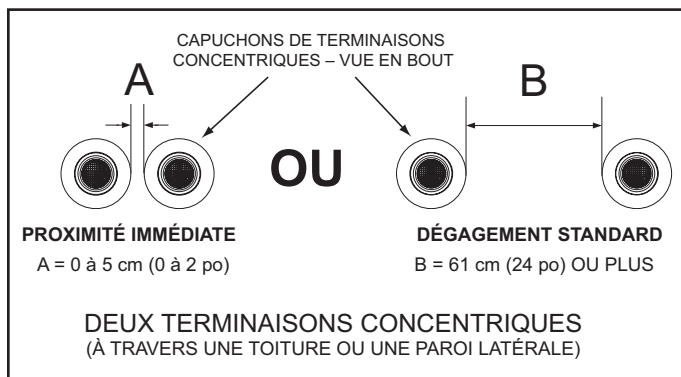
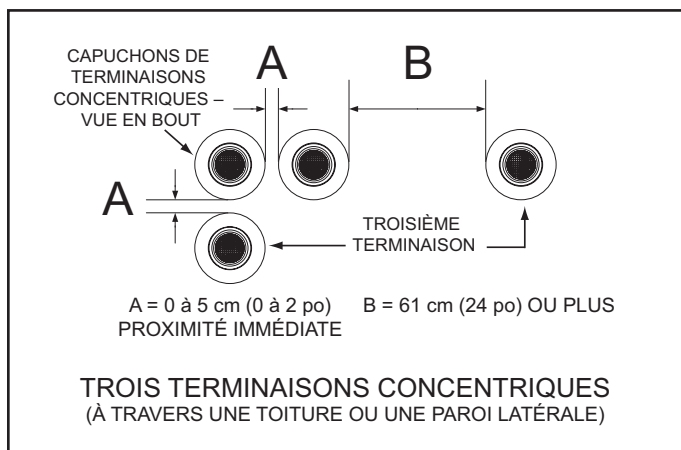
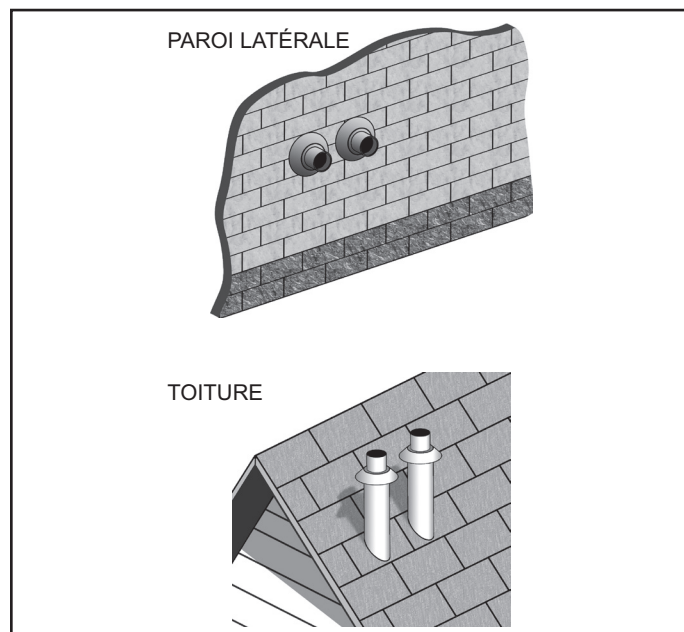

Figure 32
Figure 33
Figure 37
Lors de l'installation de terminaisons concentriques multiples à travers un toit ou une paroi latérale, les dégagements illustrés à la Figure 32 doivent être maintenus.
1. Le dégagement entre les bouchons de terminaisons multiples doit être de 0 cm (se toucher) à un maximum de 5 cm (2 po), dimension A - Figure 32, lors de l'installation de terminaisons concentriques à proximité immédiate. Voir la Figure 37 à la page 33.
2. Le dégagement entre les bouchons de terminaisons multiples doit être augmenté à un minimum de 61 cm (24 po), dimension B - Figure 32, lorsqu'une installation à proximité immédiate (ci-dessus) est impossible. Ce dégagement est standard.
1. Lors de l'installation de trois terminaisons concentriques à travers un toit ou une paroi latérale, la troisième terminaison peut être installée à proximité immédiate comme l'indique la dimension A à la Figure 33.
2. Si une installation à proximité immédiate de la troisième terminaison est impossible, cette dernière peut être installée comme l'indique la dimension B à la Figure 33.
Deux terminaisons concentriques peuvent être installées à proximité immédiate comme l'indique la Figure 37 ou avec des dégagements standard lorsque cet aménagement n'est pas possible. Voir la Figure 32 à la page 32 pour de plus amples informations sur les dégagements. Voir la Figure 33 à la page 32 lors de l'installation de trois terminaisons concentriques.